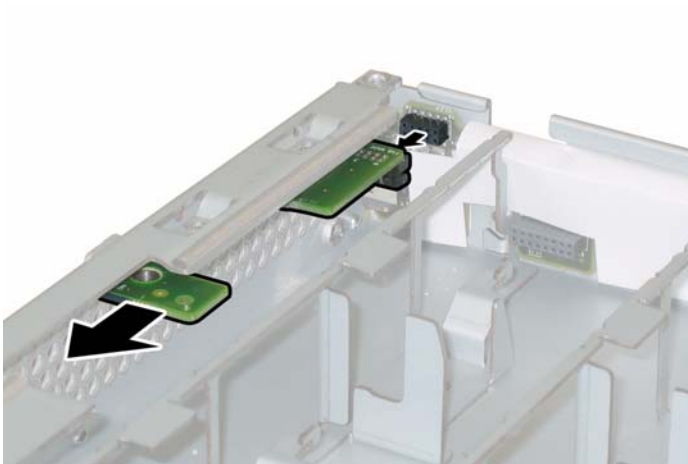

图 3-22 拆卸前面板指示灯板
6. 用右手支撑指示灯板，同时用左手将指示灯板轻轻地推向机箱的中央，使其从前面 I/O 板上断开。请参见图 3-22。